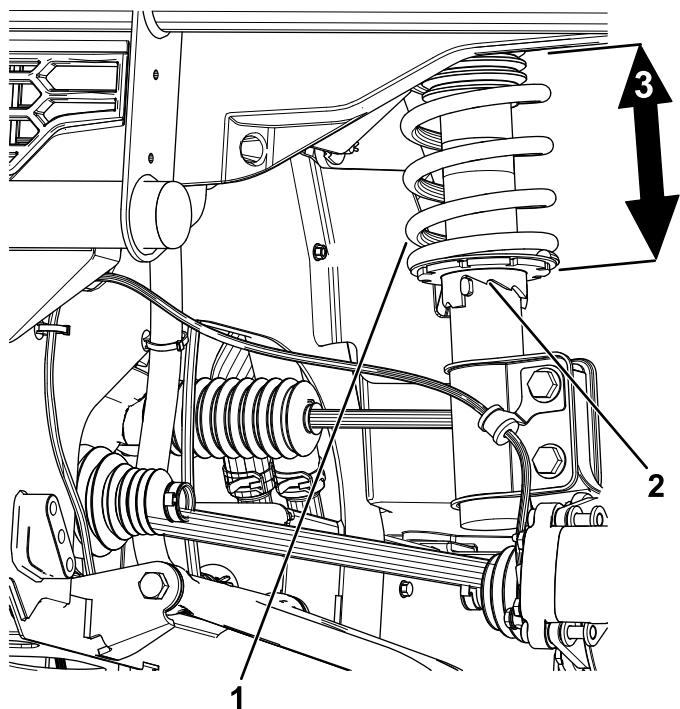

Figure 83
2. Si la garde au sol n'est pas correcte, utilisez la clé de réglage de ressort pour tourner le collet sur l'amortisseur et orienter la roue correctement (Figure 83).